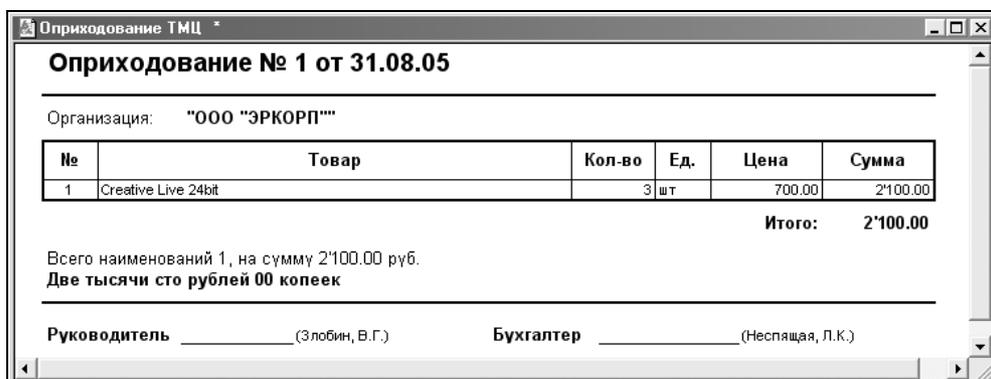

Рис. 6.112. Печатная форма акта оприходования ТМЦ
- Нажмите кнопку **Печать** — программа предложит печатную форму (рис. 6.112).